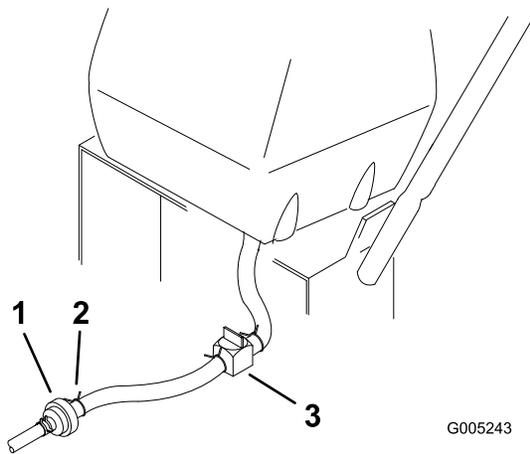

Figura 27
2. Cierre la válvula de cierre de combustible del depósito de combustible (Figura 27).
3. Apriete los extremos de la abrazadera y deslícela por el tubo alejándola del filtro (Figura 27).
4. Retire el tubo de combustible del filtro (Figura 27). Abra la válvula de cierre del combustible y deje que la gasolina se drene en un recipiente.